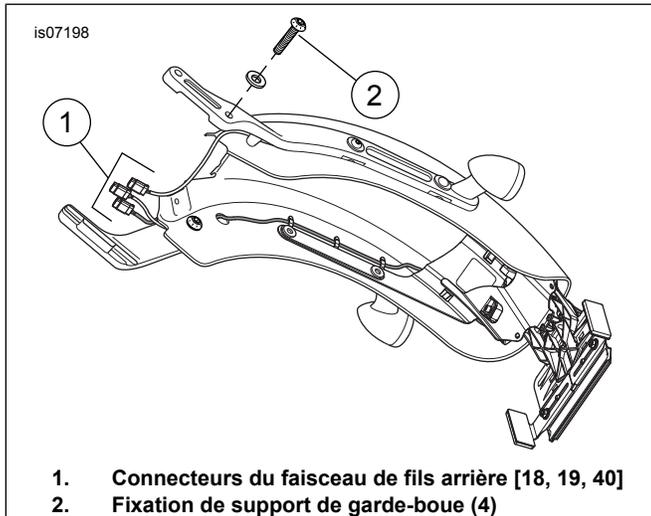

Figure 1. Garde-boue arrière
1. Voir Figure 1. Mettre en place le garde-boue avec soin.
2. Installer les fixations de support de garde-boue (2). Serrer les fixations à un couple initial de 40,7–47,5 N·m (30–35 ft-lbs). Desserrer les fixations et les serrer à un couple final de 51,5–56,9 N·m (38–42 ft-lbs).
4. Connecter les trois connecteurs [18, 19, 40] (1) du faisceau de fils arrière.